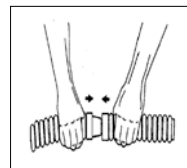

Figure 4
L'appareil comporte onze (11) tuyaux de raccordement flexibles de 81 centimètres de long et un (1) tuyau principal de 81 centimètres avec un embout gris. Connecter les sections de tuyau du nettoyeur les une aux autres. Pour ce faire, il faut introduire fortement et tourner l'extrémité mâle de chaque tuyau dans l'extrémité femelle d'un autre tube (Voir Figure 4). Selon la dimension et la forme de votre piscine, toutes les sections de tuyau ne seront pas toutes utilisées. Cependant, **le tuyau principal DOIT TOUJOURS être utilisé, sinon votre nettoyeur ne fonctionnera pas correctement.** Ne pas serrer les raccords à fond, mais ceux-ci **DOIVENT** être néanmoins assez fortement serrés pour empêcher toute fuite d'air. Il est recommandé de mouiller les embouts de tuyau pour faciliter le raccordement des sections de tuyau.